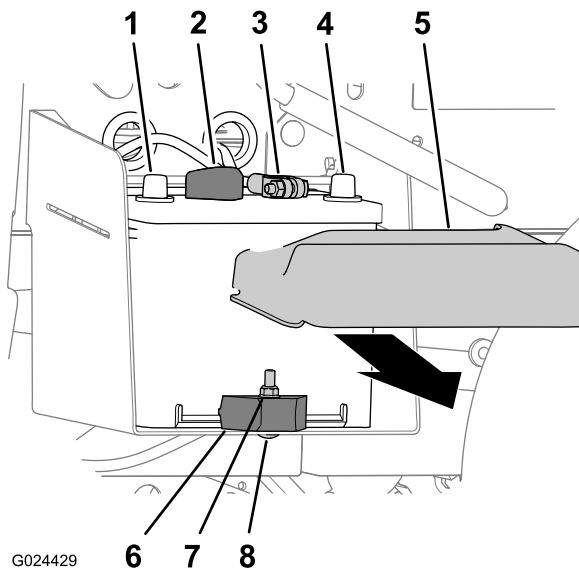

Figura 40
1. Aperte os lados da cobertura da bateria e retire a cobertura da parte superior da bateria (Figura 40).
- Desligue o cabo negativo da bateria do terminal da bateria (Figura 40).
- Desligue o cabo positivo da bateria do terminal da bateria (Figura 40).
- Retire a porca de bloqueio, o parafuso de carroçaria e o grampo da bateria que fixa a bateria ao tabuleiro da bateria (Figura 40).
- Retire a bateria do tabuleiro da bateria (Figura 40).
- Alinhe a bateria com o tabuleiro da bateria da máquina (Figura 40).
Nota: Certifique-se de que os polos positivo e negativo da bateria estão alinhados conforme indicado na Figura 40.
- Fixe a bateria ao tabuleiro da bateria com o grampo da bateria, o parafuso de carroçaria e a porca de bloqueio (Figura 40).
- Ligue o cabo positivo da bateria ao terminal da bateria (Figura 40).
- Ligue o cabo negativo da bateria ao terminal da bateria (Figura 40).
- Coloque a tampa da bateria na parte superior da bateria (Figura 40).